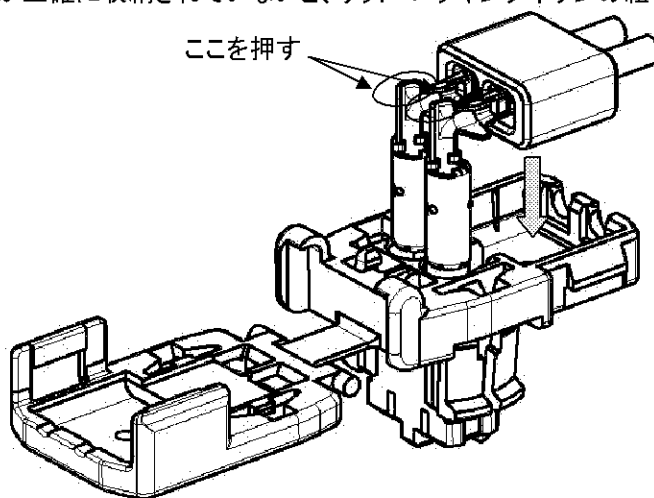

Fig. 13
- ① 圧着済電線にて、フェライトを所定の位置(圧着部付近)に置きます。
- ② 端子を指定の穴に装着してください。装着の際にはフェライト部のみではなく Fig.13 に示す端子部分も同時に押して下さい。